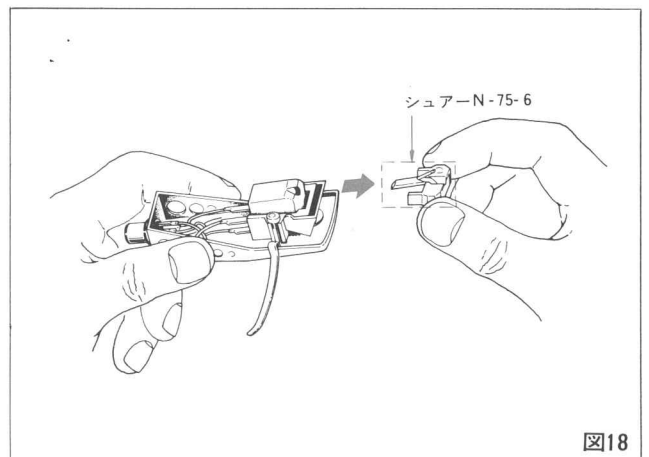

図18
- ① トーンアームからヘッドシェルを取外します。
- ② 古い針先ホルダーを手前に引いて取外します。(図18)
- ③ 新しい針先を②と逆の方法でしっかりさしこみます。
- ④ ヘッドシェルをトーンアームに取付けます。